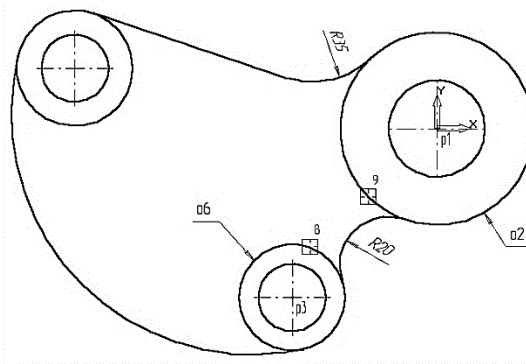

Рис. 8
18. Самостоятельно постройте плавное сопряжение окружности $o6$ и окружности $o2$ дугой радиусом 20 мм, рис. 8.